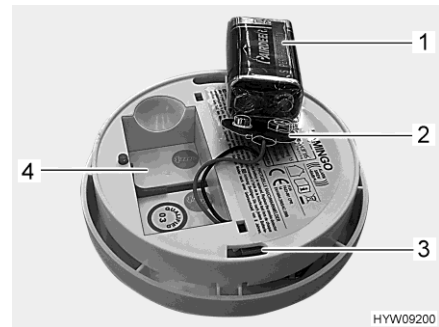

Fig. 119 Detector de humo (lado trasero)
- Sacar la pila y desconectarla de la conexión de pila (Fig. 119,2).
- Conectar la nueva pila (Fig. 119,1) en la conexión de pila (Fig. 119,2). En esto, asegurarse de que los polos de la pila engatillen en la conexión de pila.
- Insertar la pila en el compartimento de pilas (Fig. 119,4).
- Colocar el detector de humo (Fig. 120,1) en el soporte (Fig. 120,3). Las salientes de sujeción (Fig. 120,2) deberán engranar en los orificios (Fig. 119,3) en el detector de humo.